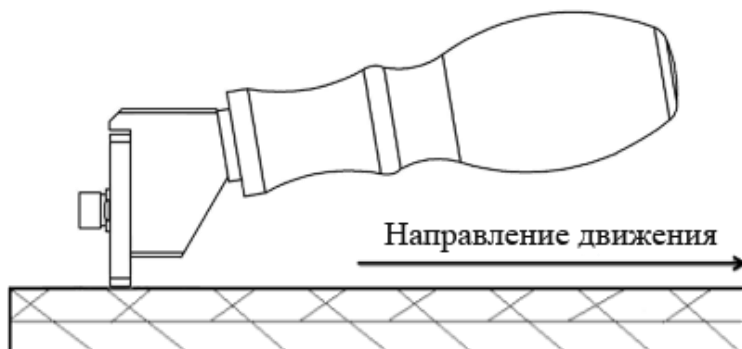

Рисунок 2.1 – Нанесение разрезов на покрытии
1. Поставить прибор на покрытие, прижать резак к покрытию (рис. 2.1), и с достаточно сильным нажимом провести резаком по покрытию на расстояние примерно 25 мм, прорезая покрытие до металла. Скорость резания должна быть от 20 до 40 мм/с;
2. Поставить прибор на покрытие, прижать резак к покрытию (рис. 2.1), и с достаточно сильным нажимом провести резак по покрытию на расстояние примерно 25 мм, прорезая покрытие до металла. Скорость резания должна быть от 20 до 40 мм/с;